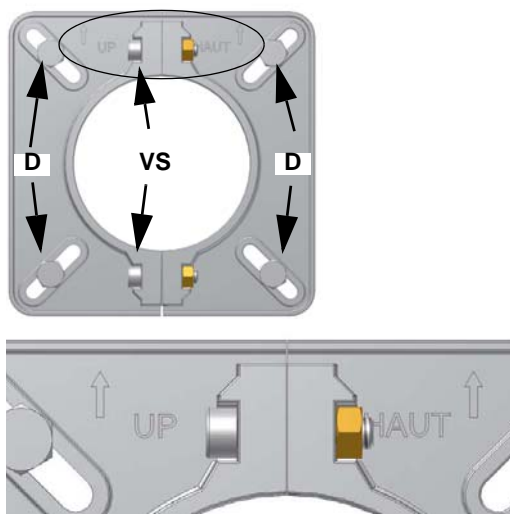

Fig. 5
- 4 según el dibujo referido en la Fig. 5, fijar la brida a los tornillos de unión a la caldera con las tuercas **D**, sin apretarlas completamente